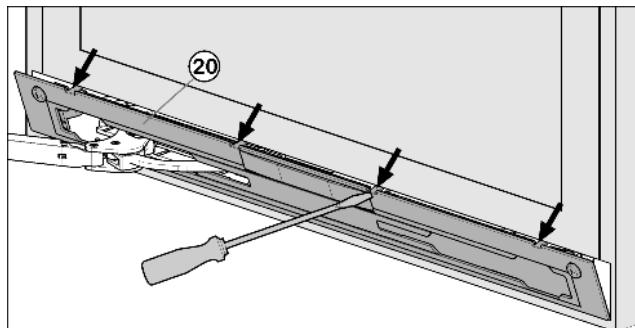

Fig. 9
- Blende Fig. 9 (20) mit Schlitzschraubendreher ausrasten und abnehmen.